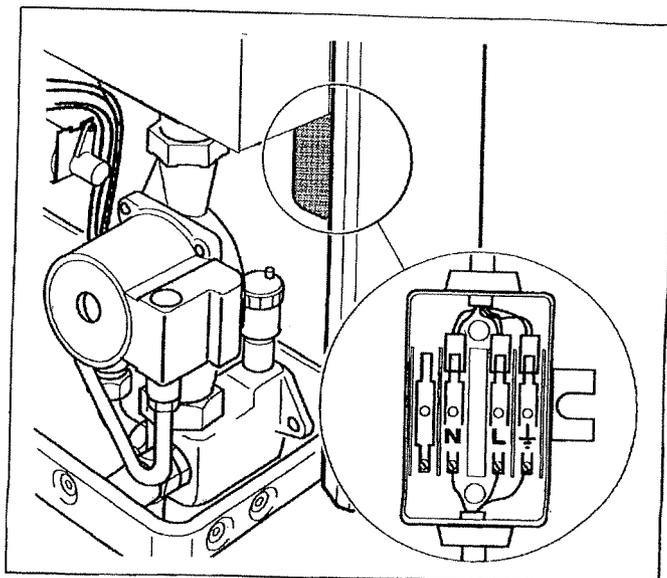

Fig. 6 Allacciamento alla rete
- ◆ Aprire la scatola di giunzione (Fig. 6) svitando entrambe le viti.
- ◆ Collegare il cavo di rete ai morsetti della scatola di giunzione (Fig. 6) della caldaia.